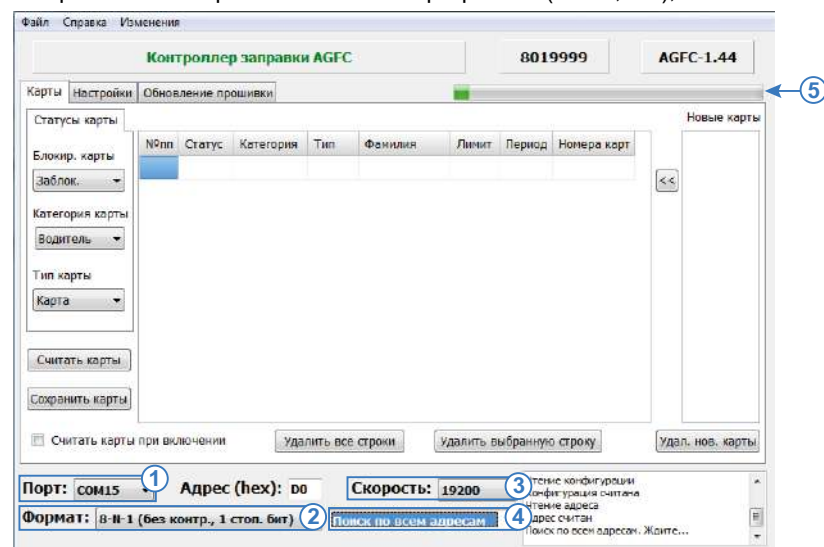

Рис.2. Поиск устройства по адресам.
- в программе «AGFCConf» выбрать COM-порт к которому подключен ТРК (Рис.2, п.1). Посмотреть порт устройства можно в Диспетчере устройств системы;
- настроить формат передачи. По умолчанию – 8-N-1 (Рис.2, п.2);
- выбрать скорость, на которую настроена шина RS-485 ТРК (Рис.2, п.3);
- выбрать диапазон адресов – Поиск по всем адресам (Рис.2, п.4).
- после этого программа выполнит поиск подключенного устройства в диапазоне адресов 00 – FF для заданной скорости обмена, затем выполнит подключение к первому найденному устройству и считает настройки. Состояние выполнения поиска отображается в верхней части окна программы (Рис.2, п.5);